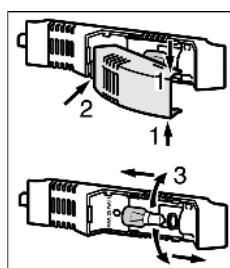

Fig. 14
- ▶ Возьмитесь за крышку лампы сверху и снизу Fig. 14 (1).
- ▶ Выберите крышку лампы сзади из зацепления и снимите Fig. 14 (2).
- ▶ Замените лампу Fig. 14 (3).